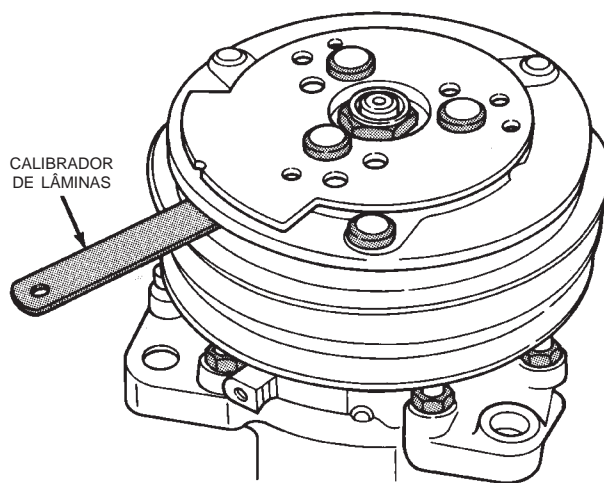

Fig. 30 Verifique a Folga de Ar do Acoplador
(8) Verifique a folga de ar do acoplador com um calibrador de lâminas (Fig. 30). Se a folga de ar não atender à especificação, adicione ou subtraia calços conforme necessário. A especificação para a folga de ar é de 0,41 a 0,79 milímetros (0,016 a 0,031 polegadas). Se a folga de ar não estiver consistente em torno da circunferência do acoplador, aumente levemente nos pontos de variações mínimas. Diminua nos pontos de variações máximas.